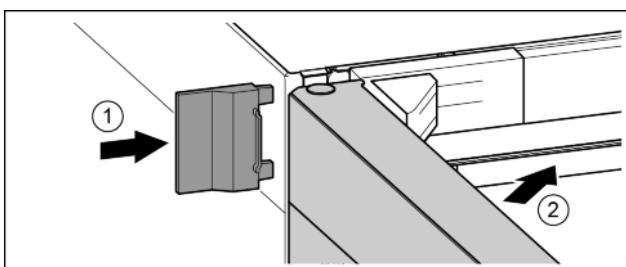

Fig. 19
- Надвинуть внешнюю крышку. Fig. 19 (1)
- Закрыть верхнюю дверь. Fig. 19 (2)